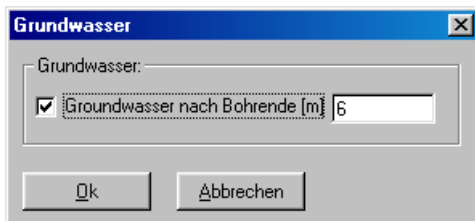

Bild 39 Menü "Tiefe des Grundwassers nach Bohrende"
- Mit Doppelklick in: *Tiefe des Grundwassers nach Bohrende* wird das Menü des Bild 39 aufgerufen